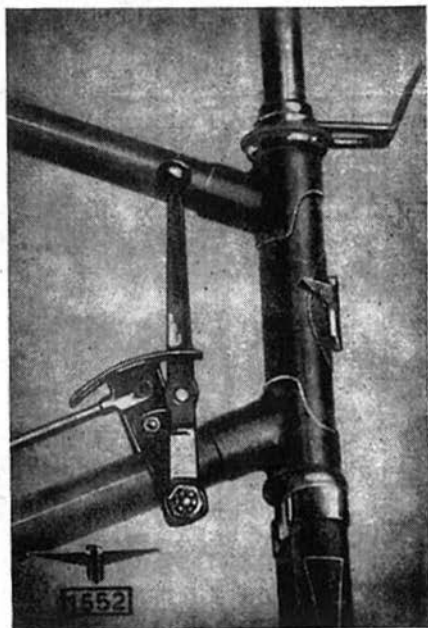

Abb. 4. Schalthebel in vorderer Stellung — Schaltgestänge gelöst.
9. Schalthebel in Mittelstellung. Schaltstange am Scharnier mit 8 mm Schlüssel vom Schalthebel trennen. Schalthebel in vorderste Raste schieben. Schalt-Gestänge stehen lassen. (Abb. 4.)